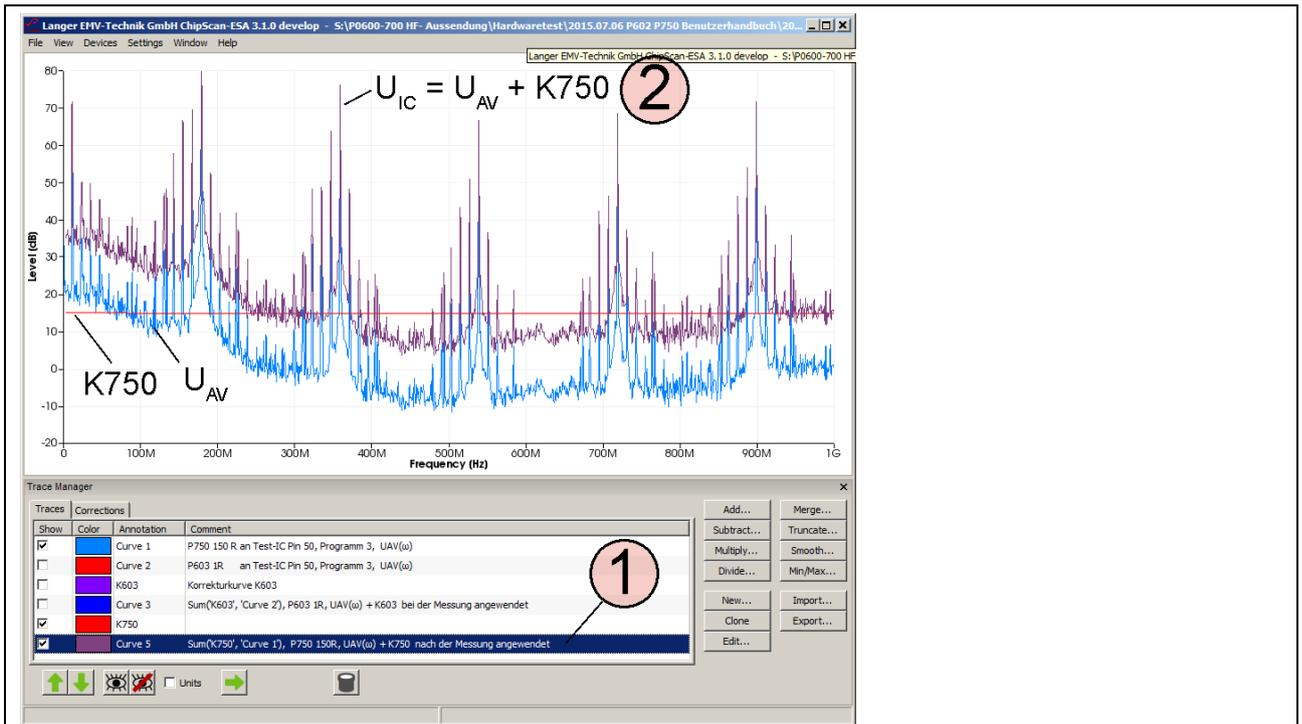

Bild 33: Korrektur nach der Messung: Ergebnis der Addition $U_{IC} = U_{AV} + K750$.
Die Berechnung erzeugt am unteren Ende der Liste Traces den Eintrag (① **Bild 33**) und wird als Kurve „Curve 5“ dargestellt (② **Bild 33**).